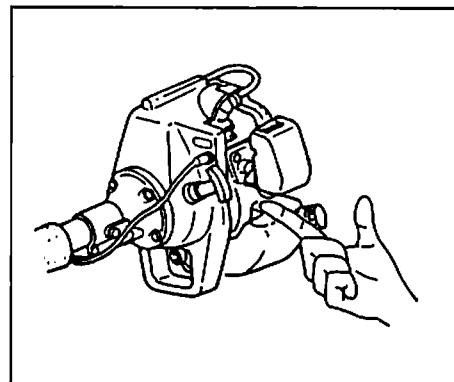
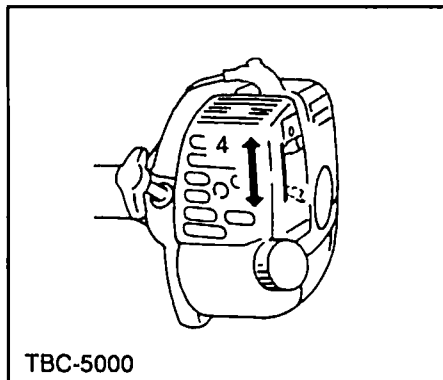

Fig. 2-2C
Fig. 2-3
1. Set stop switch (1) to ON position.
- * Push priming bulb several times so that fuel flows through bulb into carburetor. (If so equipped)(Fig. 2-2C)
2. With the safety lever (2) pressed if so equipped, pull throttle trigger and push lock button (3), then slowly release the throttle trigger first, then the safety lever. This will lock the throttle in starting position.
1. Régler le bouton d'arrêt (1) sur la position ON (marche).
- * Presser la poire d'amorçage à plusieurs reprises pour que le carburant puisse s'écouler de la poire dans le carburateur (S'il en est muni)(Fig. 2-2C)
2. Tout en appuyant sur le levier de sécurité (2) si il en est muni, tirer la manette de commande des gaz et appuyer sur le bouton de blocage (3). Relâcher ensuite lentement la manette de commande des gaz en premier, puis le levier de sécurité. Ceci bloquera le papillon de commande des gaz sur la position de départ.
1. Spostare l'interruttore di arresto (1) su ON.
- * Premere ripetutamente il bulbo della pompa di adescamento per far affluire la miscela al carburatore attraverso il bulbo (se la macchina ne è fornita). (Fig. 2-2C)
2. Premendo sul salvavita (2) se la macchina ne è fornita, tirare la leva dell'acceleratore e premere il pulsante di blocco (3), quindi rilasciare lentamente prima la leva dell'acceleratore e poi il salvavita. La leva dell'acceleratore rimane così bloccata in posizione di avviamento.
1. Den Schalter (1) auf ON stellen.
- * Die Ansaugpumpe (falls vorhanden) mehrmals betätigen, damit Kraftstoff durch die Pumpe in den Vergaser fließt. (Fig. 2-2C)
2. Bei gedrücktem Sicherheitshebel (2) falls vorhanden den Gashebel anziehen und dann den Sperknopf (3) drücken. Danach langsam zuerst den Gashebel, dann den Sicherheitshebel loslassen. Dadurch wird die Drosselklappe in Startposition eingestellt.
1. Skjut kortslutningskontakten (1) till ON.
- * Pumpa på handpumpens blåsa tills bränslet strömmar in i förgasaren om sådaufinns. (Fig. 2-2C)
2. Tryck ner säkerhetsspärren (2), om sådanafinns drag in gasreglaget och tryck ner låsknappen (3). Släpp därefter först gasreglaget och sedan säkerhetsspärren. Nu är gasreglaget spärrat i startläge.
1. Poner el interruptor de parada (1) en posición activada ON.
- * Empujar varias veces el bulbo cebador de manera que el combustible fluya a través del bulbo hacia el carburador. (Si está provista)(Fig. 2-2C)
2. Con la palanca de seguridad (2) presionada si está provista, tirar de la palanquita del acelerador y empujar el botón de bloqueo (3), soltar después lentamente el acelerador. Se bloqueará así el acelerador en la posición de arranque.
- En** 3. Set choke lever to **CLOSED** position (4). (Fig. 2-3, 3B)
- Fr** 3. Régler la manette d'étranglement sur la position **CLOSED** (4). (Fig. 2-3, 3B)
- It** 3. Chiudere l'aria portando la leva nella posizione **CLOSED** (4). (Fig. 2-3, 3B)
- Ge** 3. Den Choke in Schließstellung **CLOSED** schieben (4). (Fig. 2-3, 3B)
3. Poner la palanca del estrangulador en la posición cerrada CLOSED (4). (Fig. 2-3, 3B)
3. Skjut chokereglaget till stängt läge CLOSED (4). (Fig. 2-3, 3B)